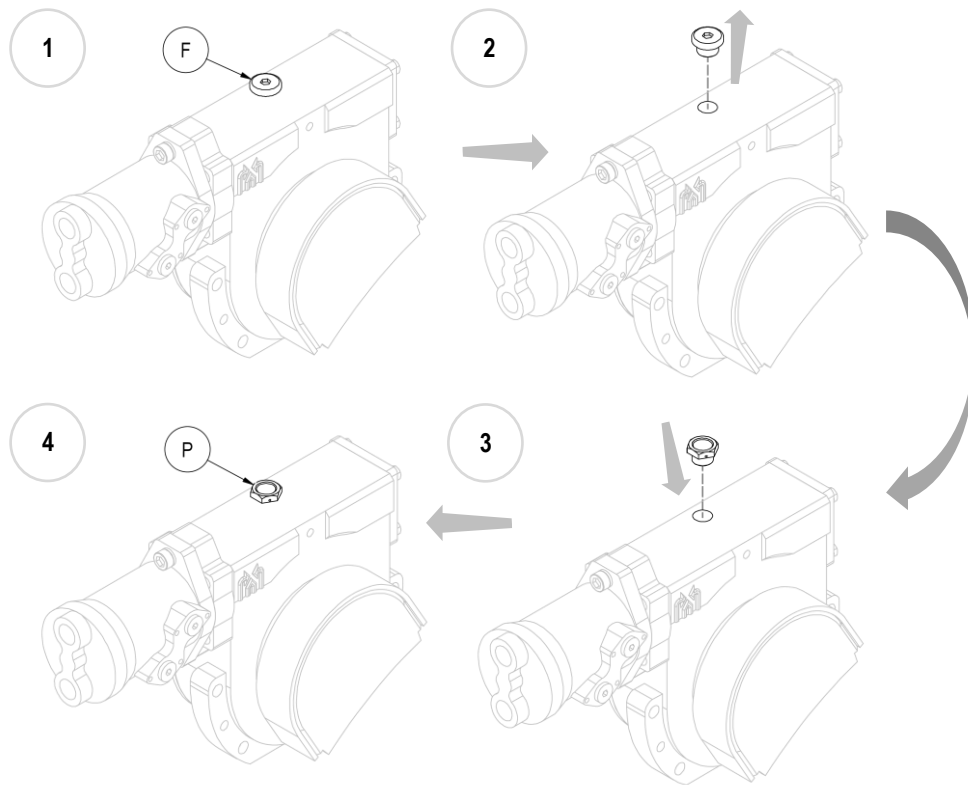

Figure 10
10. **N.B.** Une fois que l'équipement a été monté, remplacer le bouchon de remplissage d'huile en fer (F) par celui en plastique fourni (P), doté d'un évent (voir *Figure 10*).